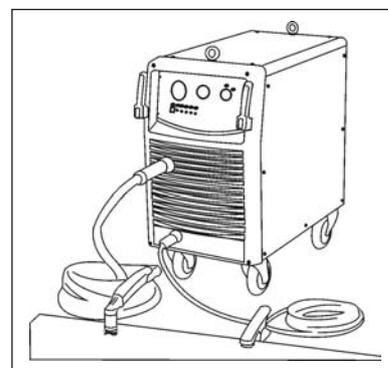

Fig. 6
3. Posizionare la pinza di massa sul pezzo da tagliare e assicurarsi che vi sia un buon contatto elettrico (Fig. 6).